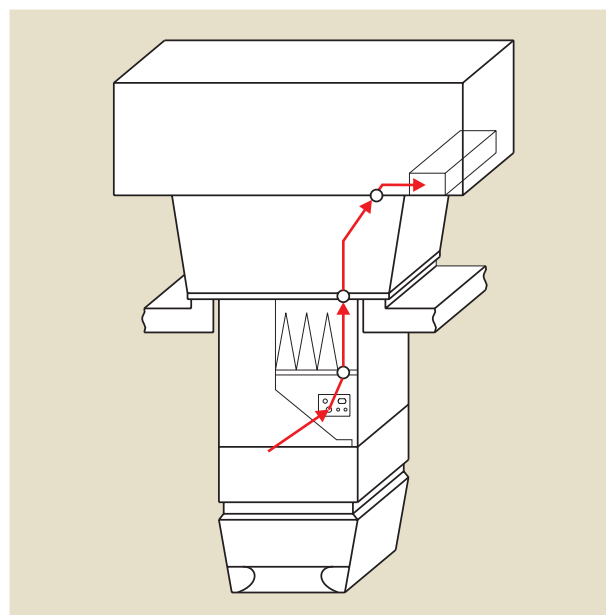

Рис. 39: Трассировка электрокабелей
- Выполняйте электромонтаж в строгом соответствии с прилагаемой электросхемой (см. рис. 39).